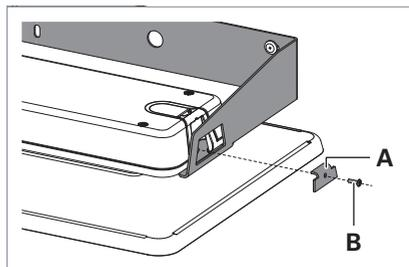

Fig. 7: Hoek aan wandhouder schroeven.
- ▶ Schroef de hoek **A** met de schroef **B** aan de wandhouder, zie Fig. 7.